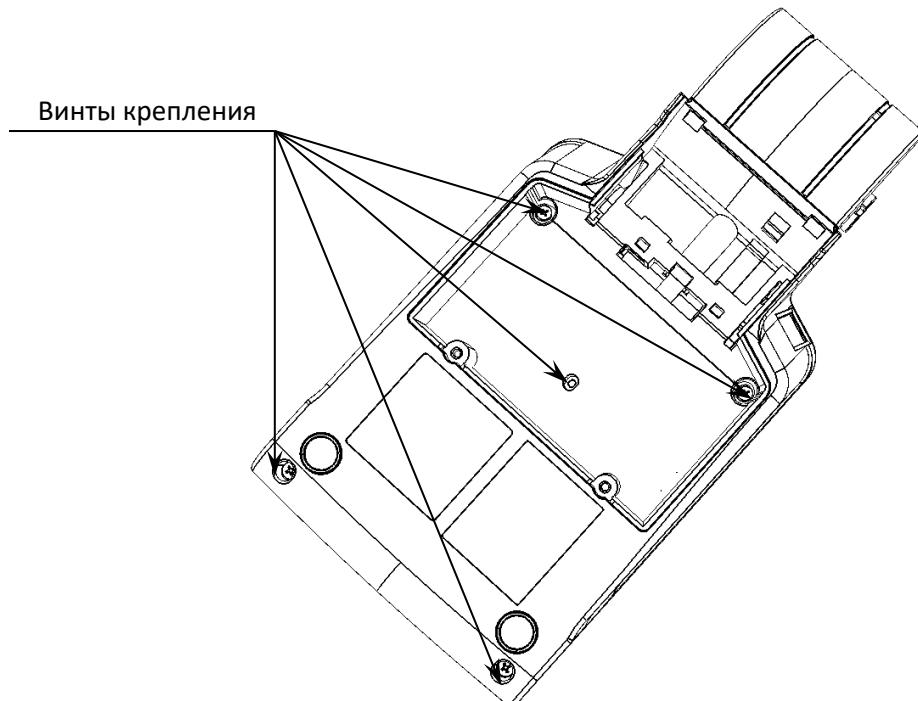
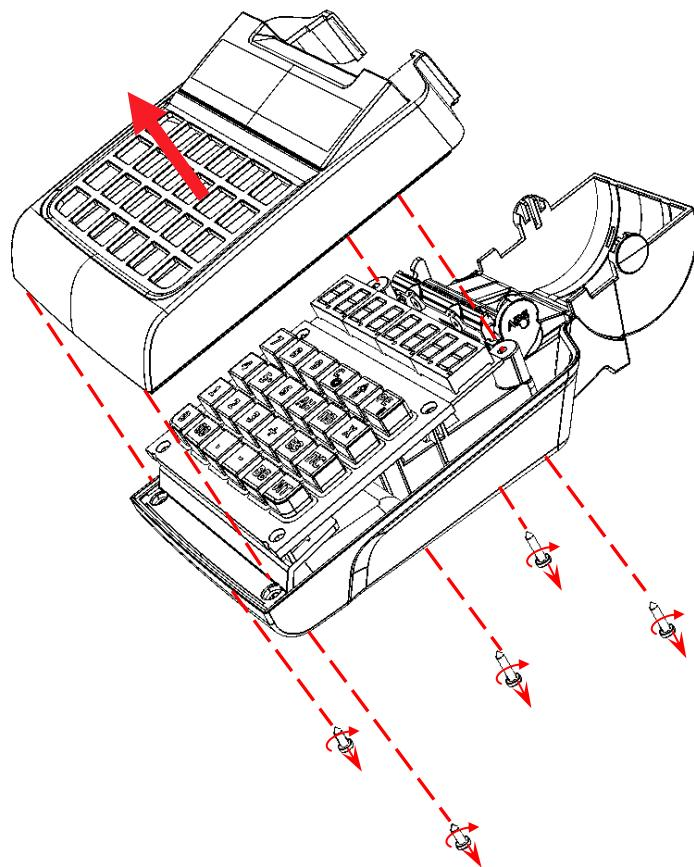

Рисунок 25. Расположение винтов крепления
Рисунок 26. Отделение верхней части корпуса изделия от его нижней части
- В случае если АКБ во внутренней части корпуса, то нужно выкрутить винты крепления нижней части к верхней части корпуса (рисунок 25 на странице 26). Отделить верхнюю часть корпуса от нижней части (рисунок 26 на странице 26). Освободить фиксатор АКБ из пазов.